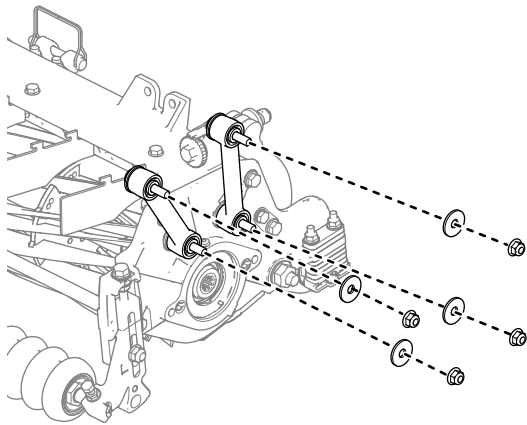

Figura 21
1. Retire las tuercas y las arandelas que sujetan las bridas de elevación a la chapa lateral de la unidad de corte y al bastidor de tiro (Figura 21). Deseche las arandelas.